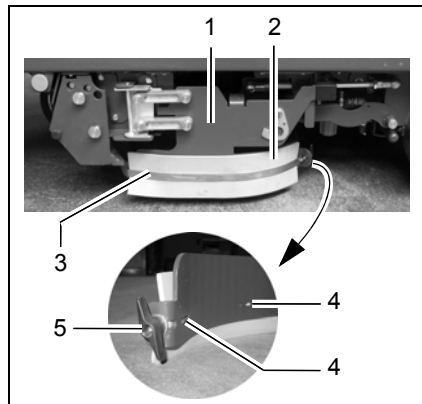

Abb. 34
Der Abstreifer (Abb. 34/1) muss in Wartungsstellung fixiert werden (siehe Abschnitt 2.3.1, Punkt 1).
1. Flügelmutter (Abb. 34/5) am Ende des Abstreifers lösen.
2. Klemmleiste (Abb. 34/3) in Fahrtrichtung der Maschine (nach vorne) schieben, bis die Klemmleistenhaken (Abb. 34/4) frei sind und die Klemmleiste (Abb. 34/3) nach außen abgenommen werden kann.
3. Altes Abstreifergummi (Abb. 34/2) entnehmen.
4. Neues Abstreifergummi (Abb. 34/2) anlegen.
5. Klemmleiste (Abb. 34/3) von außen aufsetzen und von Hand zurückschieben, so dass die Klemmleistenhaken (Abb. 34/4) greifen.
Flügelmutter (Abb. 34/5) so festschrauben, dass diese in das Gewinde der Klemmleiste (Abb. 34/3) greift und die Klemmleiste (Abb. 34/3) festzieht.